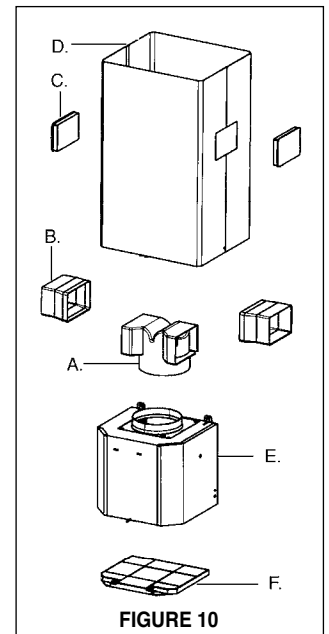

FIGURE 10
Installations sans conduit requièrent le **Kit Pour Conversion Du Conduit (FIGURE 10)**. N'utilisez pas le REGISTRE ROND (N de la FIGURE 1) pour les Installations sans conduit. Jeter le COUVERCLE CHEMINÉE INFÉRIEURE (B de la FIGURE 1) et replacer avec le couvercle de cheminée inférieure avec trous d'échappement d'air dans le **Kit Pour Conversion Du Conduit (D de la FIGURE 10)**.
Illustré à la FIGURE 10, mettre le DUCTLESS DIVERTER (A) dans l'ouverture d'échappement de la EASY CUBE (E). Mettre le DUCTLESS DIVERTER EXTENSION HORIZONTAL (B) dans le DIVERTER (A).
Pour installations sans conduit, aligner les DUCTLESS DIVERTER EXTENSIONS HORIZONTAL (B de la FIGURE 10) avec les trous d'échappement d'air dans COUVERCLE CHEMINÉE INFÉRIEURE (D de la FIGURE 10) et installer les VENT GRIDS (C de la FIGURE 10).
Pour installations sans conduit, installer le FILTRE AU CHARBON (F de la FIGURE 10). Voyez FIGURE 14